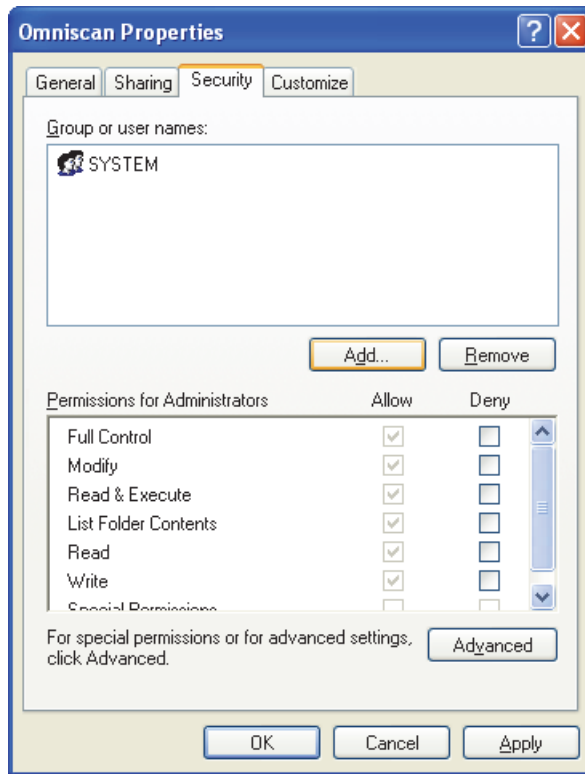

图 7-18 Omniscan 属性对话框中的安全选项卡（Windows XP）
12. 在 **Omniscan Properties** (Omniscan 属性) 对话框中, 点击 **Security** (安全) 选项卡, 然后点击 **Add** (添加) (参见第 208 页的图 7-18)。